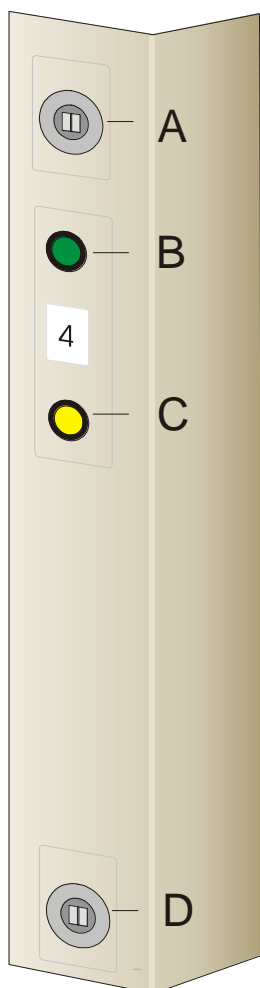

Fig. 3: panneau de commande porte
Tourner l'interrupteur carré A (fig. 3) dans le sens anti-horlogique à l'aide de la clé de Berne :
- en enfonçant le bouton poussoir vert B (fig. 3) à l'intérieur ;
- Tourner l'interrupteur carré A ou D (fig. 3) dans le sens horlogique à l'aide de la clé de Berne :
- * un signal sonore retentit à chaque porte jusqu'à sa fermeture et son verrouillage. La porte d'où la commande de fermeture est réalisée reste ouverte jusqu'à ce que l'on ait effectué un nouvel ordre de fermeture et enfoncé sur le bouton poussoir jaune C (fig. 3). Ensuite le chef de train vérifie l'efficacité de la fermeture en enfonçant une nouvelle fois le bouton vert B (fig. 3)
- * durant le stationnement chaque porte peut être fermée individuellement en enfonçant le bouton jaune C (fig. 3).